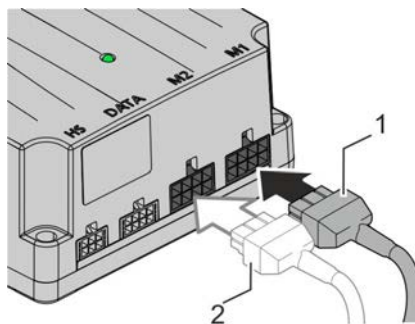

Abbildung 19 - Antriebe anschließen
1. Kabel des ersten Antriebs (Abbildung 19, Positionsnummer 1) in den Antriebssteckplatz M1 stecken.
2. Falls vorhanden, Kabel des zweiten Antriebs (Abbildung 19, Positionsnummer 2) in den Antriebssteckplatz M2 stecken.